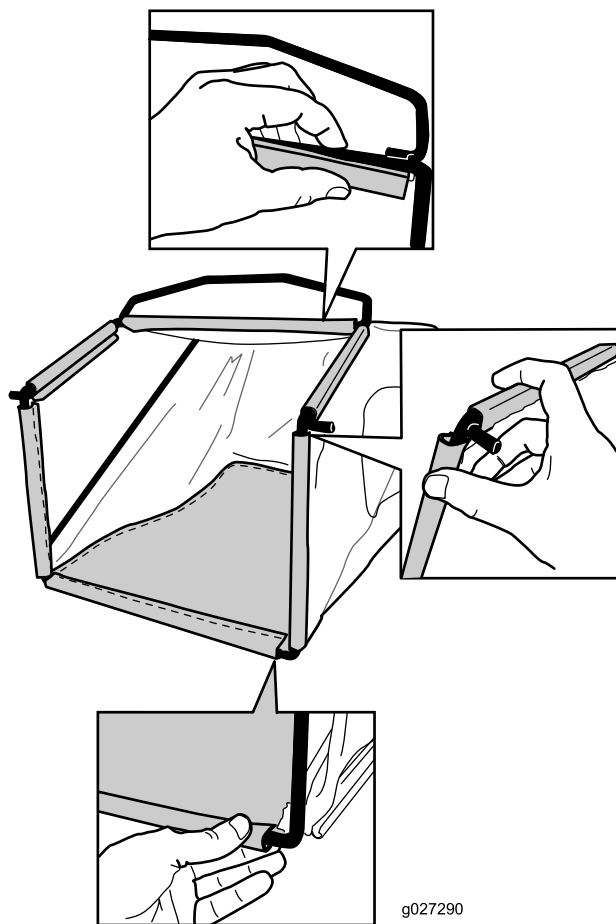

Figura 9
2. Agganciate il canale inferiore del cesto sul fondo del telaio (Figura 9).
3. Agganciate i canali superiore e laterali del cesto rispettivamente sulla parte superiore e quelle laterali del telaio (Figura 9).